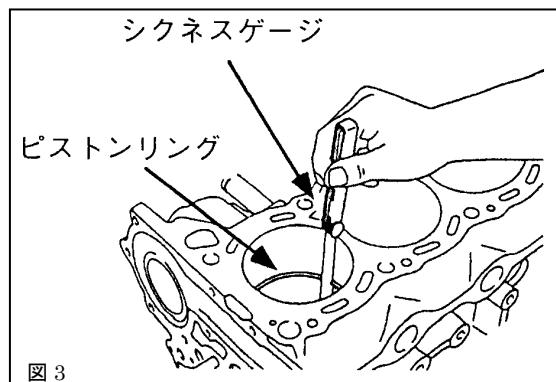

図3
- 4.1 図3のようにピストンリングをボーリングされたシリンダの中間位置までピストンを利用して押し込み、シクネスゲージを用いて合い口隙間を測定してください。